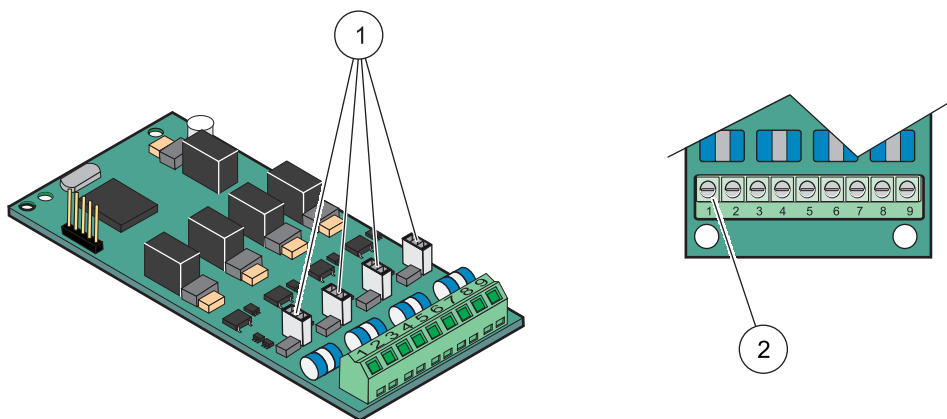

Рисунок 22 Подключения кабеля платы входа (YAB018) и установка перемычки
4. Пропустите кабель через основание модуля, хорошо подготовьте и вставьте каждый провод в клемму в соответствии с Рисунок 22 и Таблица 5. Осторожно подержайте провод после каждой вставки, чтобы убедиться в том, что соединение надежно.